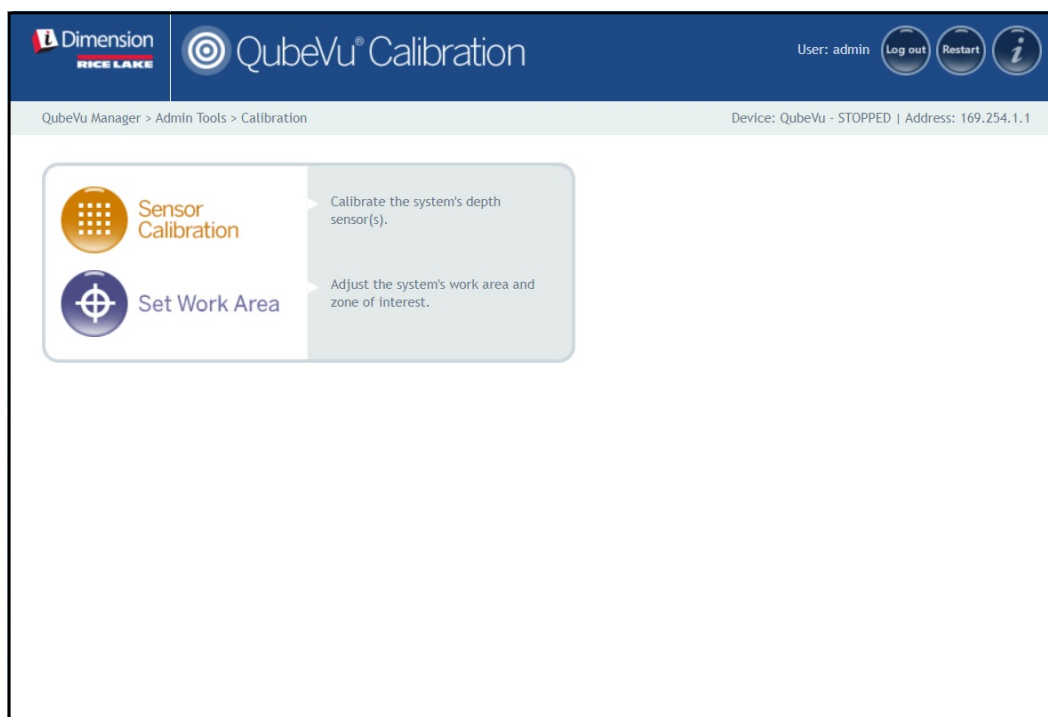

Figure 6-2. Menu Calibration (Étalonnage)
1. Sélectionnez  **Sensor Calibration** dans le menu **Calibration** (Étalonnage) (Figure 6-2, page 44).
1. Sélectionnez  **Sensor Calibration** dans le menu **Calibration** (Étalonnage) (Figure 6-2, page 44). Le menu **Remote Sensors Calibration** (Étalonnage capteurs distants) s'affiche.